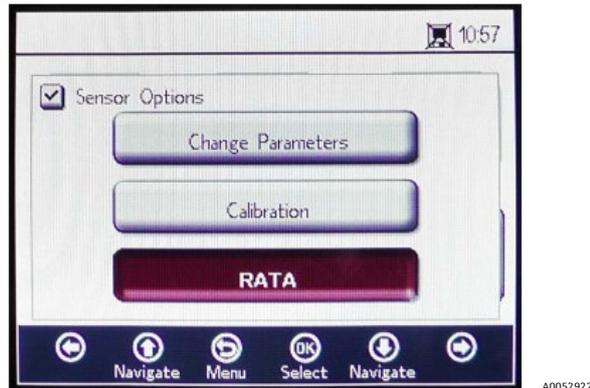

Abbildung 57. Anzeige Sensoroptionen
1. Im Fenster SENSOR OPTIONS die Option **RATA** auswählen. Siehe Abbildung 57.